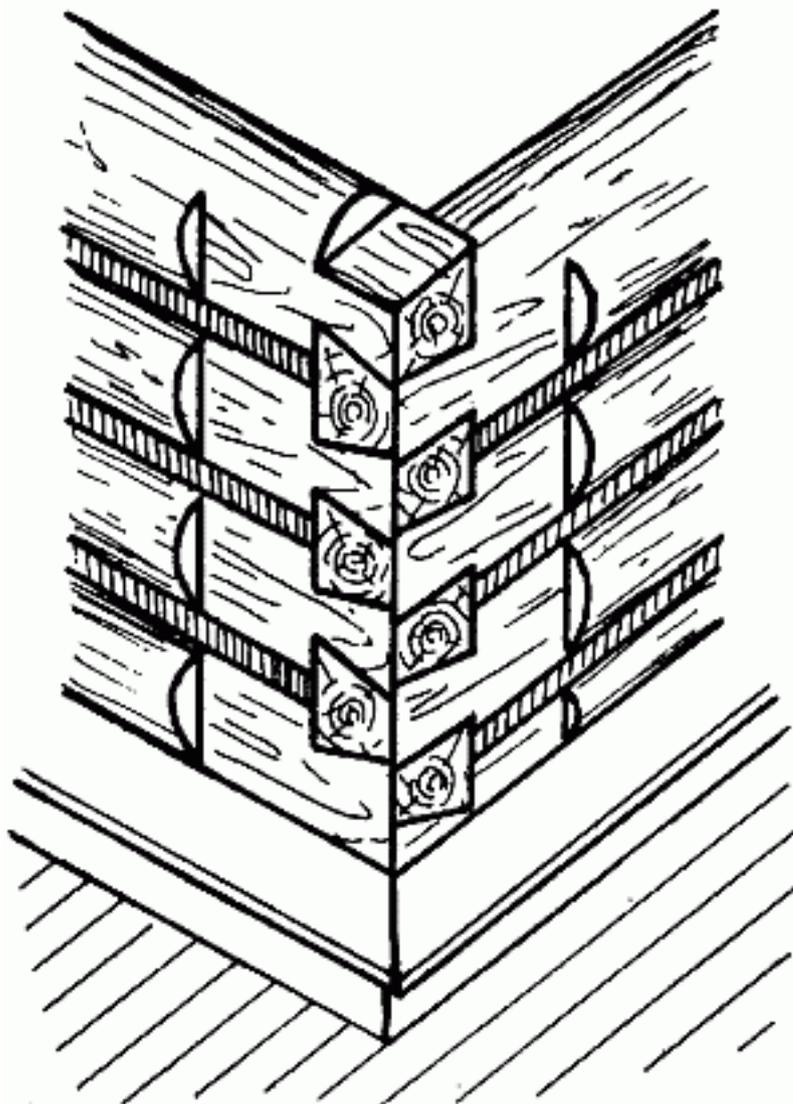

Рис. 26. Сруб. Схема крепления
*Врубка в лапу.* Этот тип соединения используется только при строительстве сруба стен или колодца. Чаще всего такое крепление делают простым, так как оно и без того прочное, но встречаются и некоторые усложнения конструкции в виде дополнительных накладок. Чтобы получилась врубка, необходимо обтесать конец бревна, сформировав куб, а затем разделить его стороны на 8 частей. Затем из куба на торцевой поверхности вырубите трапецию, одно основание которой должно составлять 6 частей, а другое – 4 части. Лапа со стороны вдоль волокон должна тоже иметь форму трапеции, постепенно сужаясь к основанию бруска. Возле бруска толщина трапеции должна составлять примерно 2–3 части, а с торца – не больше 6 частей. При соединении бревен таким типом крепления готовый сруб будет очень прочным (*рис. 26*). Зачастую сплачивания и наращивания бывает недостаточно, и само соединение через несколько лет приходится ремонтировать.